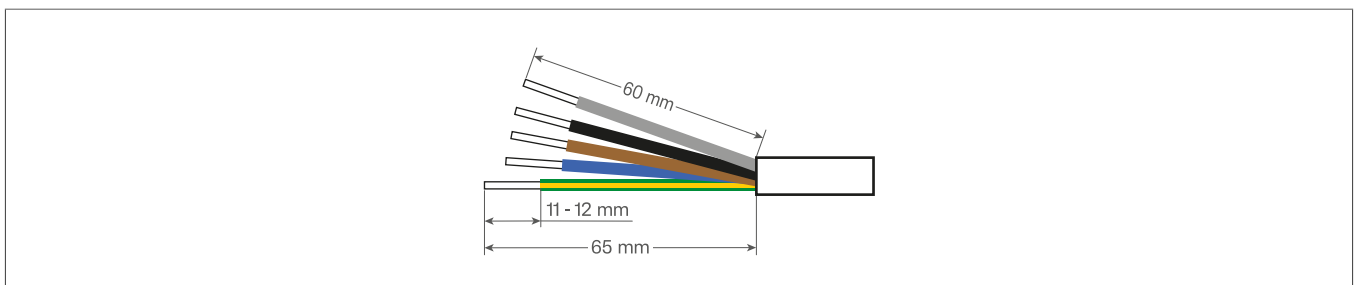

Bild 21: Leitung abisolieren
- ① Klemmenblock
- ② Gehäuse
- ③ Dichtung
- ④ Überwurfmutter
- ⑤ AC-Leitung
- ① AC-Steckverbinder aufschrauben und die Einzelteile bereit legen.
- ② Überwurfmutter (4), Dichtung (3) und Gehäuse (2) auf die Leitung (5) schieben.
- ③ Die Leitung abmanteln und die einzelnen Adern abisolieren (siehe Bild 21).